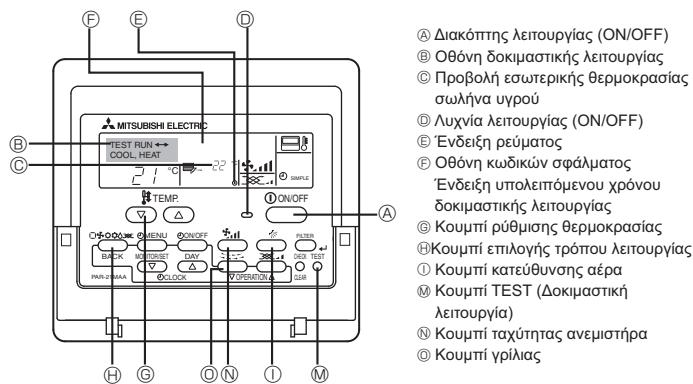

Fig. 7-1
7.2.1. Με ενσύρματο τηλεχειριστήριο (Fig. 7-1)
- ① Τροφοδοτήστε με ρεύμα τη μονάδα τουλάχιστον 12 ώρες πριν τη δοκιμαστική λειτουργία.
- ② Πατήστε δύο φορές το κουμπί [TEST] (ΔΟΚΙΜΗ). ➔ "TEST RUN" (ΔΟΚΙΜΗ) οθόνη υγρών κρυστάλλων
- ③ Πατήστε το κουμπί επιλογής τρόπου λειτουργίας [Mode selection] (Επιλογή τρόπου λειτουργίας) και επιλέξτε τη λειτουργία ψύξης (ή θέρμανσης).
- ④ Πατήστε το κουμπί ταχύτητας αέρα [Fan speed] (Ταχύτητα αέρα).
- ⑤ Πατήστε το [Κουμπί κατεύθυνσης αέρα] ή [κουμπί Γρίλιας].
- ⑦ Σταματήστε τη δοκιμαστική λειτουργία πατώντας το κουμπί λειτουργίας [ON/OFF] (ΛΕΙΤΟΥΡΓΙΑ/ΣΤΟΠ) button. ➔ Διακοπή
- ⑧ Καταχώρηση αριθμού τηλεφώνου.